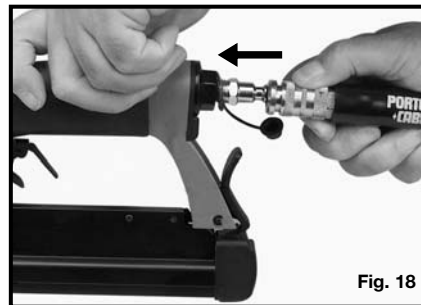

Fig. 18
1. Lisez attentivement ce manuel avant de brancher l'outil sur une source d'air comprimé (Fig. 18).
- Branchez toujours l'outil sur la source d'air comprimé avant de charger les éléments de fixation (Fig. 18).